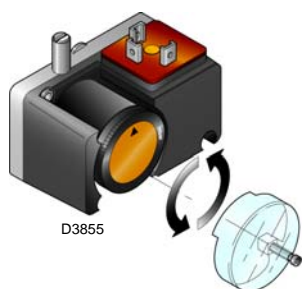

Fig. 21
- Regular el presostato gas de mínima (Fig. 21) en el inicio de la escala.